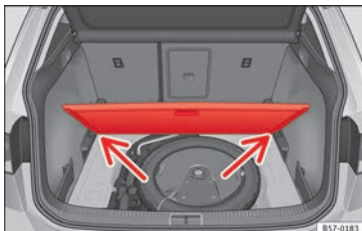

Fig. 170 Plancher de coffre à bagages modulable : position inclinée.
- Appuyez le plancher contre les logements prévus à cet effet » fig. 170 (flèches).